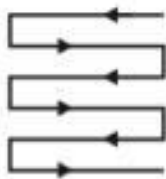

Рис. 12
- Косите в слегка перекрывающихся рядах (Рис.12).